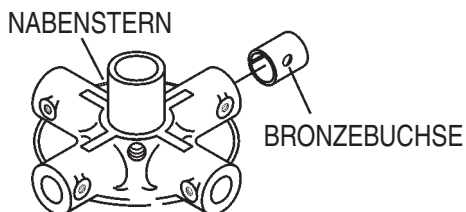

Abb. 29. Bronzebuchsen
4. Die bronzenen Flügelarmbuchsen (Abb. 29) untersuchen und falls nötig reinigen. Unrunde oder abgenutzte Buchsen ersetzen.